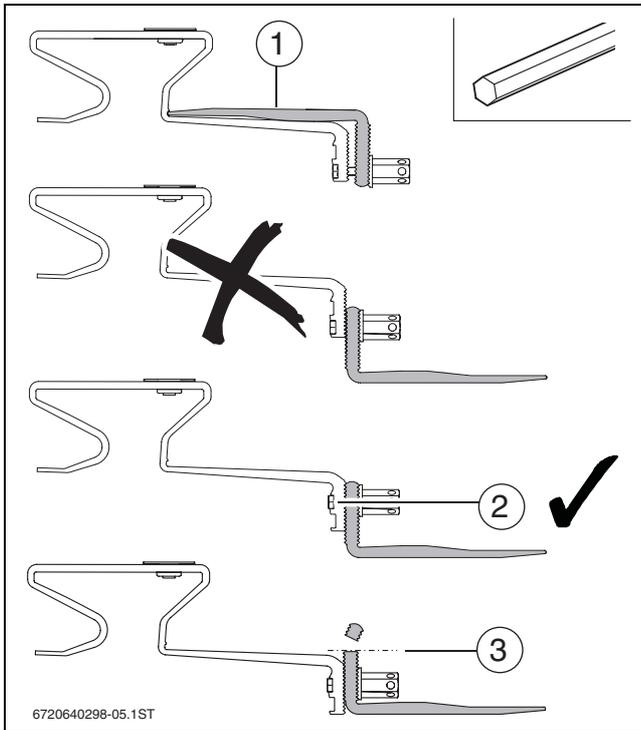

Fig. 20
- ▶ Se a espessura das telhas ou placas do telhado exceder na totalidade 70 mm, utilizar o gancho de fixação como fixação para o caibro (→ fig. 20).